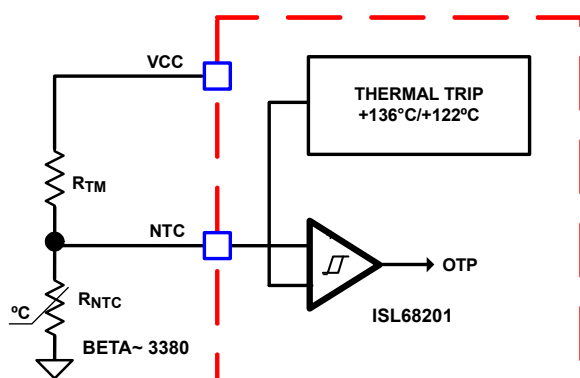
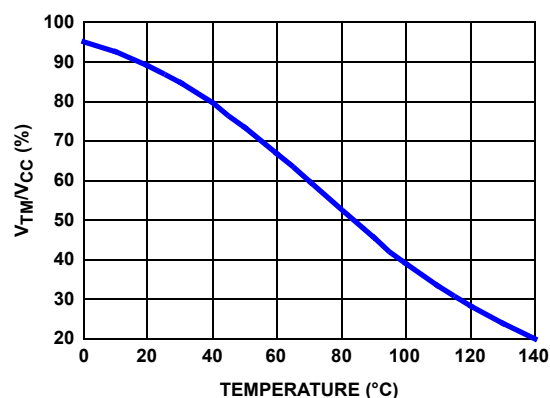

図16. サーマル・モニタリングおよび保護のブロック図
図18. 推奨部品におけるTM電圧とNTC温度との比率
サーマル・モニタリング機能ブロックの図を、18ページの図16に示します。NTC抵抗を、電力レギュレータVRの該当電力ステージの近くに配置し、動作温度を検出する必要があります。また、NTCピン用の電圧分割器を形成するため、プルアップ抵抗が必要です。電力ステージの温度が上昇すると、NTCの抵抗が減少し、NTCピンの電圧が低下します。18ページの図18は、推奨される10kΩ NTC (Murata製、P/N: NCP15XH103J03RC、 $\beta = 3380$)および1.54kΩの抵抗RTMを使用する一般的な設計について、温度とTM電圧との関係を示したものです。正確な温度補償を行うため、これらの抵抗の使用をお勧めします。内部のサーマル・デジタル・コードはこれら2つの成分に基づいて生成されるためです。異なる値を使用する場合、温度係数を3380に近くし、それに応じてRTMをスケールリングする必要があります。たとえば、NTC = 20kΩ ($\beta = 3380$)の場合、RTMは $20\text{k}\Omega / 10\text{k}\Omega * 1.54\text{k}\Omega = 3.08\text{k}\Omega$ です。
VCC電圧に基づいて、ISL68201はNTCピンの電圧をデジタル信号に変換し、温度補償を行います。ISL68201の非線形A/Dコンバータにより、NTCデジタル信号はNTCの温度に正比例します。正確な温度補償を行うには、実際の設計においてNTC電圧とNTC温度との比率を図18に示すように設定する必要があります。
1. NTC ピンの電圧分割器を、NTC 電圧と温度との曲線が、18 ページの図 18 の推奨曲線と一致するよう、適切に選択します。
18 ページの図 16 に示すように、NTC ピンの電圧を設定済みのスレッシュホールドと比較するため、ヒステリシス付きのコンパレータがあります。NTC ピンの電圧が V_{CC} 電圧の 22.31% より低いとき (通常は +136 °C)、過熱保護 (OTP) がトリガされ、ISL68201 をシャットダウンします。NTC ピンの電圧が V_{CC} 電圧の 27.79% を超えたとき (通常は +122.4 °C)、ISL68201 は通常の動作を再開します。OTP フォルトが宣言されたとき、コントローラは LGATE および UGATE のゲートドライバ出力を強制的に LOW にします。